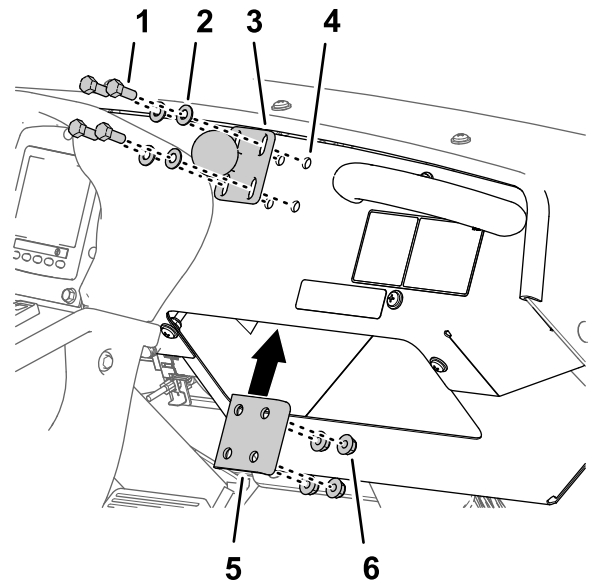

Bild 130
1. Befestigen Sie die Kugel-Drehzapfen-Befestigung mit den vier Bundkopfschrauben (1/4" x 1-1/2"), der Verstärkungsplatte und der Sicherungsbundmutter (1/4") am Armaturenbrett, wie in Bild 130 abgebildet.